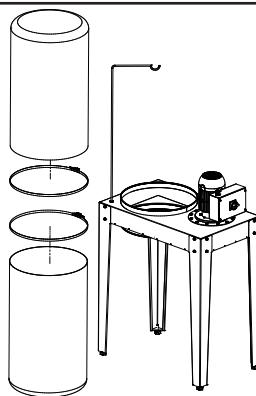

figura 5
5. Passe as cintas por dentro do saco coletor de modo que os fixadores fiquem expostos. Pendure o saco superior no suporte "L" e fixe na boca da estrutura principal. Repita o procedimento de fixação na boca da estrutura principal para o saco inferior (**figura 5**):